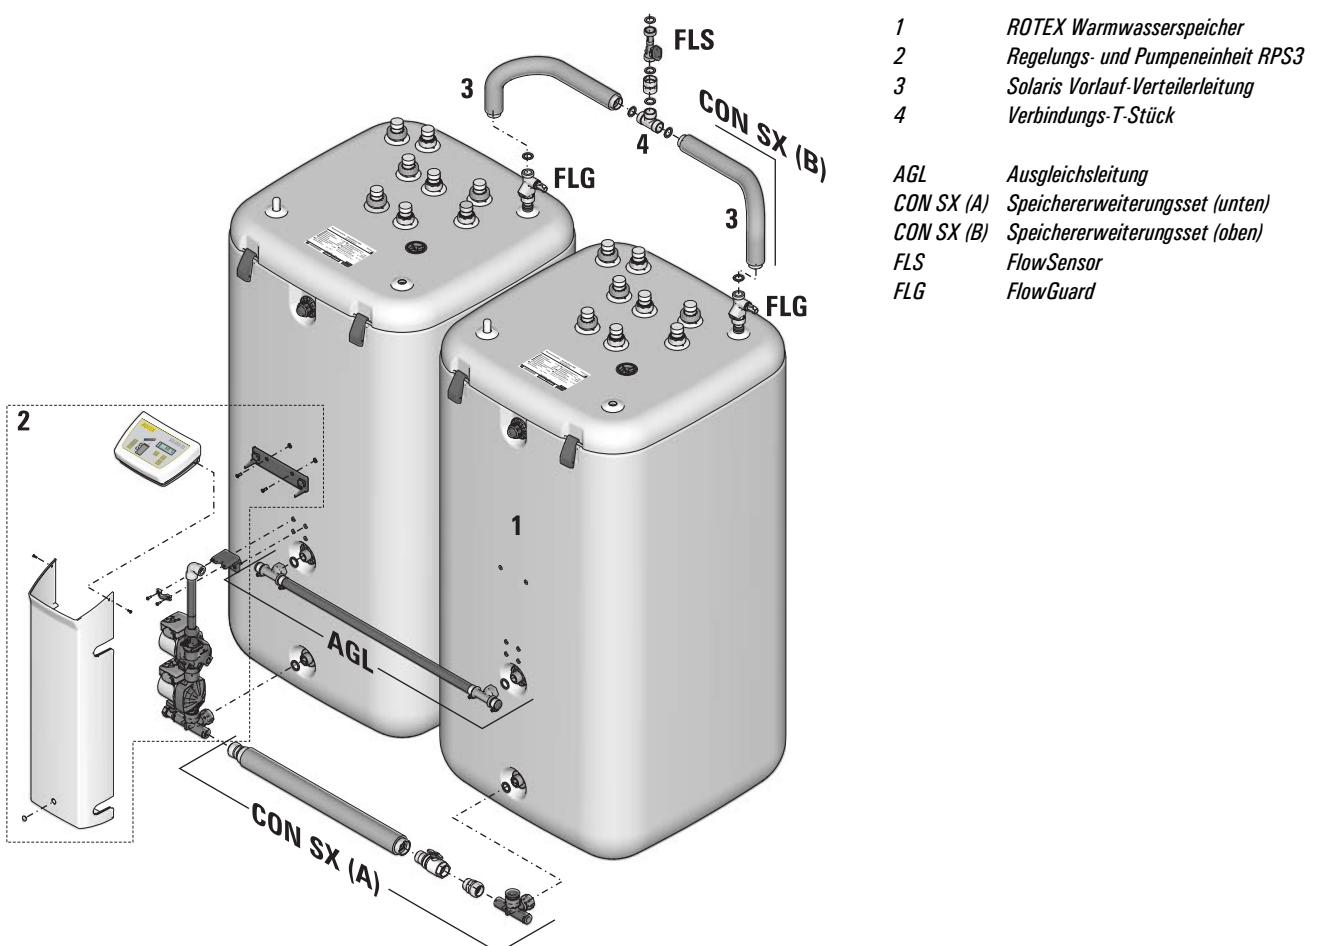

Bild 3-39 Montage der Speichererweiterung für 2 Warmwasserspeicher (dargestellt an 2 Sanicube Solaris)
11. Vorlauf-Verteilerleitungen links und rechts an das Verbindungs-T-Stück montieren (Bild 3-39, Pos. 3 + 4).